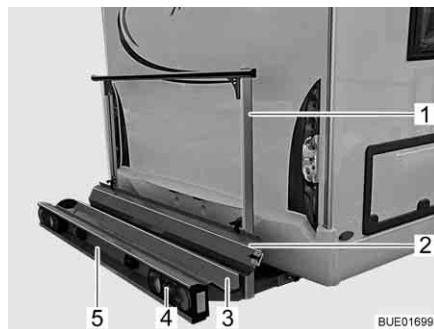
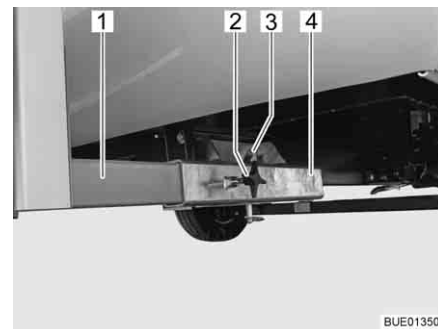

Fig. 7 Porte-charge
Fig. 8 Fixation sur le véhicule
Le porte-charge (Fig. 7) permet de transporter une moto ou un scooter d'un poids allant jusqu'à 130 kg.
- Réceptacle (Fig. 7,3) et étrier de fixation (Fig. 7,1) avec fixation sur le véhicule (Fig. 8)
- Feux arrières (Fig. 7,4)
- Éclairage plaque minéralogique (Fig. 7,5)
- Rail d'accès (Fig. 7,2)
Les deux longerons (Fig. 8,1) du porte-charge sont fixés avec des vis à garret (Fig. 8,2) sur les réceptions quatre pans (Fig. 8,4) situées sur le plancher du véhicule. Le porte-charge est bloqué par un boulon (Fig. 8,3) avec circlip.